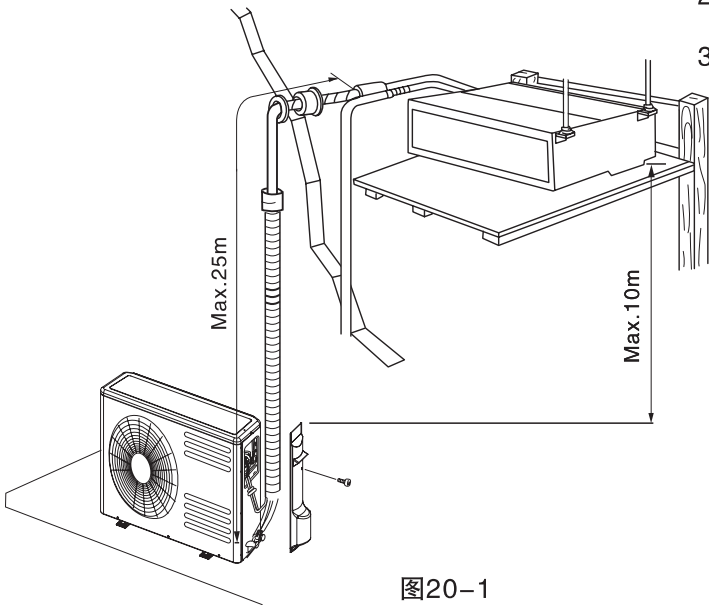

图20-1
- 2. 允许连接管最小长度为5米，最大长度为25米，不需追加制冷剂。(图20-1)